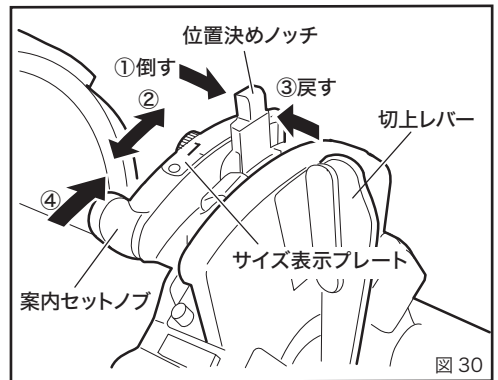
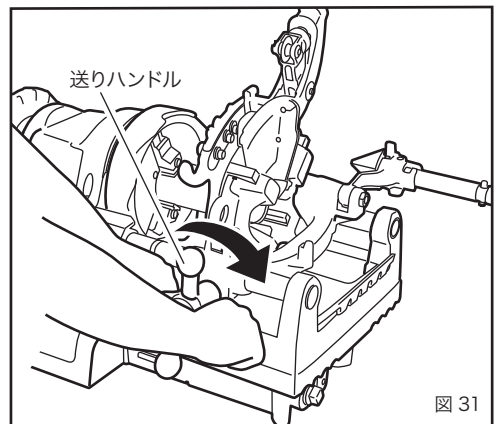

図 30
図 31
サイズ変更する場合 (図 30)
- ①位置決めノッチを図 30 の矢印①の方向に倒す。
- ②サイズ表示プレートに表示されている希望のパイプサイズに位置決めノッチを合わせる。(矢印②)
- ③位置決めノッチを矢印③の方向に倒しながら、ノッチの溝に位置決めピンをはめ込む。
2. 案内セットノブを矢印④の方向に止まるまで押しと、ダイヘッドはセットの位置になります。スイッチを入れると、オイルはダイヘッドから自動的に注油されます。
3. 送りハンドルを時計方向に回して、パイプにダイヘッドを押しつけ、チェーザを食いつかせてください。(図 31)
案内セットノブ (図 30 参照) を押し上げてダイヘッドをねじ切りのセット状態にします。そしてパイプにねじを切っていきますと、パイプ端面が切上げレバーにあたり、徐々に押し出していきます。パイプに切られたねじが規定長さになりますと、切上げレバーが押し上げられ、チェーザがパイプから離れねじ切りが終わります。(図 33-1)